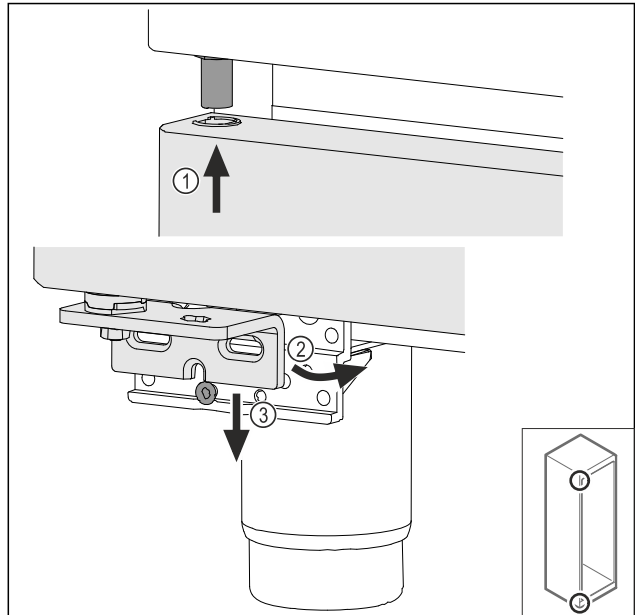

Fig. 70
- ▶ Naviňte hore zľahka naklonené dvere Fig. 70 (1), rovno vyrovnajte dvere Fig. 70 (2) a nasadte ich dole na skrutku ložiskovej konzoly Fig. 70 (3).